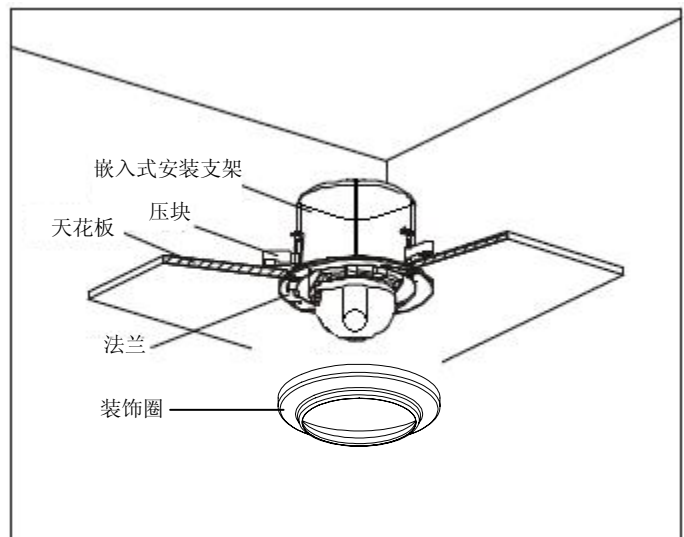

图 35
- 7) 用螺丝刀旋转压块的长螺栓，使压块压向天花板，随着压块向下压天花板时压块会自行向外张开。压块的下端面和支架法兰逐渐将天花板夹紧，最后把装饰圈固定到天花板上。如图 35。